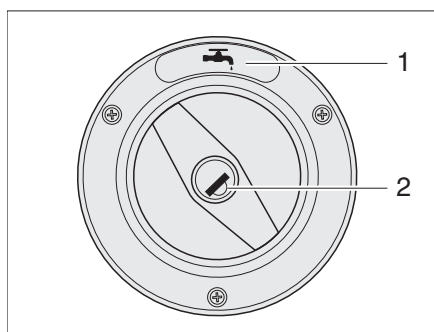
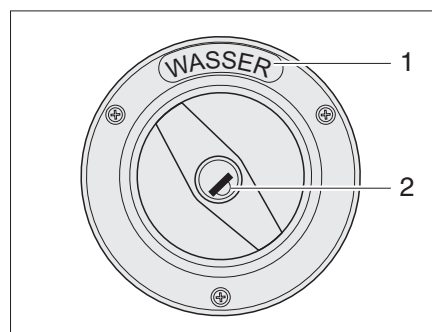

Figura 5 Tapa de cierre del tubo de llenado de agua potable (variante 1)
Figura 6 Tapa de cierre del tubo de llenado de agua potable (variante 2)
- ▷ El tubo de llenado de agua potable está marcado con el símbolo "🚰" (Figura 5,1) o el rótulo "WASSER" ("AGUA") (Figura 6,1).
- Introducir la llave en el cilindro de cierre (Figura 5,2 ó Figura 6,2) y girarla en sentido contrario a las agujas del reloj.